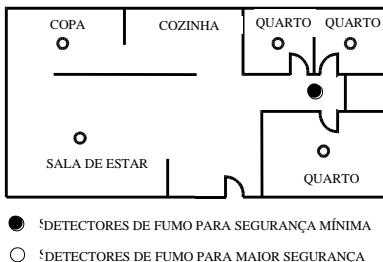

Figura 1: Locais de instalação para detectores de fumo/calor em apartamentos ou casas para uma família com apenas uma área de dormitório
- Instale um detetor de fumo/calor no corredor externo de cada área separada de dormitórios (*ver Figura 1*). Em habitações que têm duas áreas com quartos, dois detetores serão necessários.